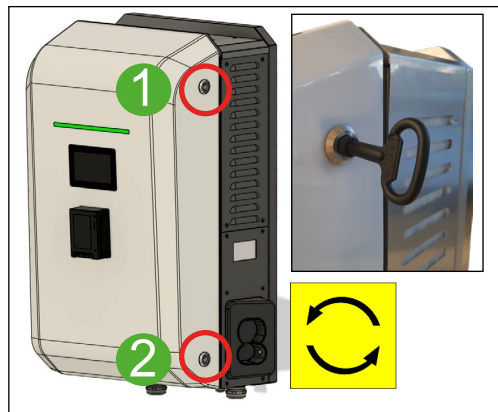

Abb. 11: DCW15 Entriegeln und Verriegeln
2. Schnellverschlüsse ① und ② mit Schlüssel entriegeln (siehe Abb. 11).
5. Schnellverschlüsse ① und ② mit Schlüssel verriegeln (siehe Abb. 11).